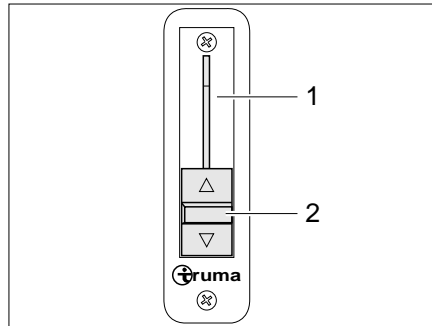

Bild 23 Strangsperr
Der Schieberegler (Bild 23,2) für die Strangsperr (Bild 23,1) befindet sich links außen am Armaturenbrett.
- Hebel (Bild 23,2) ganz nach unten schieben. Die Strangsperr ist geschlossen.